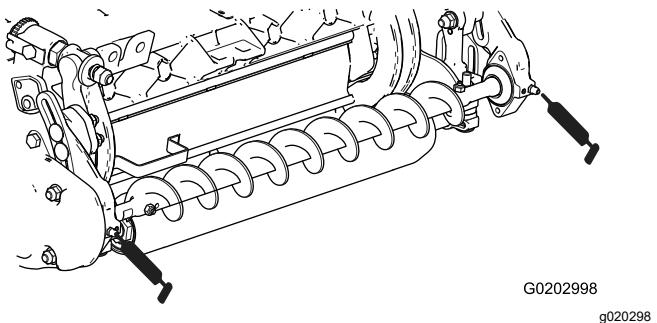

図 17
3. 左右のローラブラシベアリングハウ징ングのグリス注入部から、No.2リチウム系汎用グリスを注入する図 17。